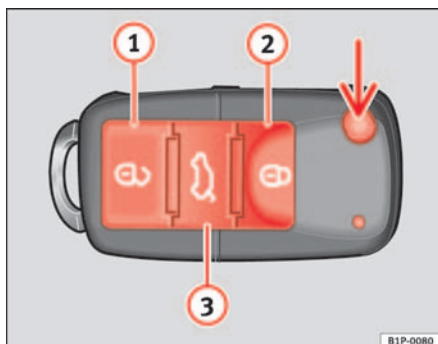

Abb. 64 Tastenbelegung Funkschlüssel
Mit der Taste \Rightarrow Abb. 64 (Pfeil) der Fernbedienung wird der Schlüsselbart ausgeklappt.
Fahrzeug entriegeln \Rightarrow Abb. 64 ①.
Fahrzeug verriegeln \Rightarrow Abb. 64 ②.
Heckklappe entriegeln. Drücken Sie die Taste \Rightarrow Abb. 64 ③, bis alle Blinkleuchten am Fahrzeug kurz aufleuchten. Nach Drücken der Entriegelungstaste \Rightarrow ③ können Sie die Heckklappe innerhalb von 2 Minuten öffnen. Nach Ablauf dieser Zeit wird die Heckklappe wieder verriegelt.
Zudem blinkt die Batterie-Kontrollleuchte des Schlüssels \Rightarrow Abb. 64 auf.
Bei einmaligem Drücken der Taste \Rightarrow Abb. 64 ①, wird nur die Fahrertür geöffnet. Alle anderen Türen bleiben verriegelt. ▶
Bei zweimaligem Drücken der Taste  ⇒ Seite 103, Abb. 64  werden alle Türen entriegelt.
- Verriegeln Sie das Fahrzeug mit dem Schlüssel mit Funkfernbedienung ⇒ Seite 103, Abb. 64 über das Schloss in der Fahrertür.